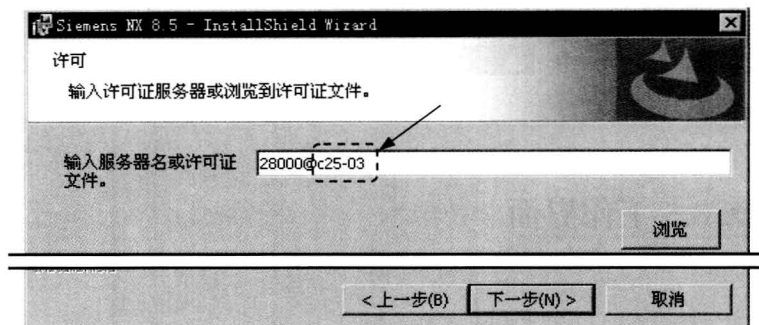

图 1.3.3 Siemens NX 8.5-InstallShield Wizard 对话框
Step 6 系统弹出图 1.3.3 所示的 Siemens NX 8.5-InstallShield Wizard 对话框, 确认 **输入服务器名或许可证文件** 文本框中的 “28000@” 后面已是本机的计算机名称, 单击